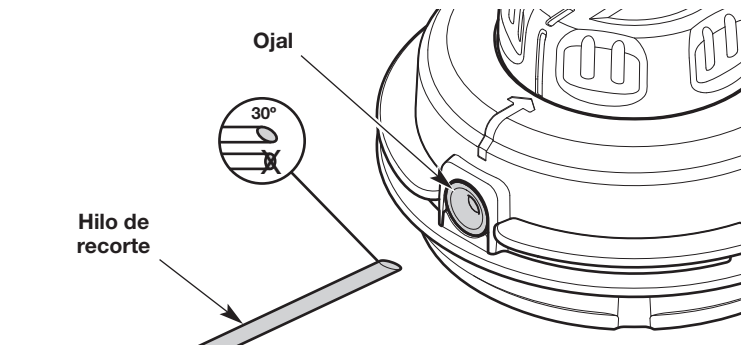
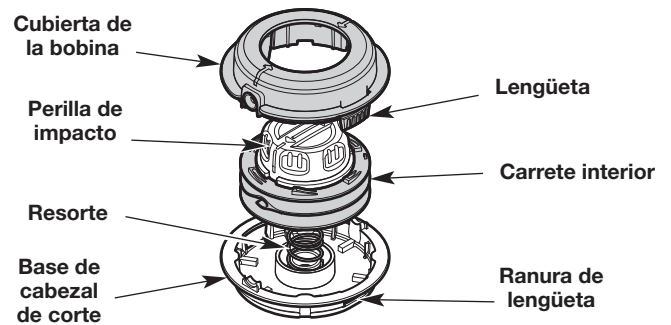

Fig. 22
Fig. 25
- Corte dos largos de 10 pies (3.0 m) de hilo de recorte nuevo. Corte un extremo de cada hilo en un ángulo de 30° (Fig. 22).
- Enhebre uno de los hilos por uno de los ojales del cabezal de corte (Fig. 22). Utilice el extremo angulado y empuje el hilo para que entre unas 3 pulgadas (7.5 cm). Repita este proceso con el otro hilo y el ojal restante.
- c. Mientras sostiene el destornillador en el lugar, gírelo suavemente para destrabar la lengüeta del panel de las ranuras (Fig. 25).
- d. Retire la cubierta de la bobina (Fig. 25). **NO** extraiga el resorte de la base del cabezal de corte (Fig. 25).
- e. Empuje la perilla de impacto a través de la cubierta de la bobina. (Fig. 25). Si los ojales se salen, reinserte los ojales en la cubierta de la bobina (Fig. 22).
**NOTA:** **NO** separe la perilla de impacto del carrete interior (Fig. 25).
- g. Utilice una tela limpia para limpiar el carrete interior, la base de cabezal de corte y la cubierta de la bobina (Fig. 25).
- h. Inserte la perilla de impacto y el carrete interior en la cubierta de la bobina (Fig. 25).
- i. Alinee las lengüetas de la cubierta de la bobina con las ranuras de la base del cabezal de corte (Fig. 25). Empuje la cubierta de la bobina sobre la base del cabezal de corte hasta que las dos lengüetas queden insertadas a presión.